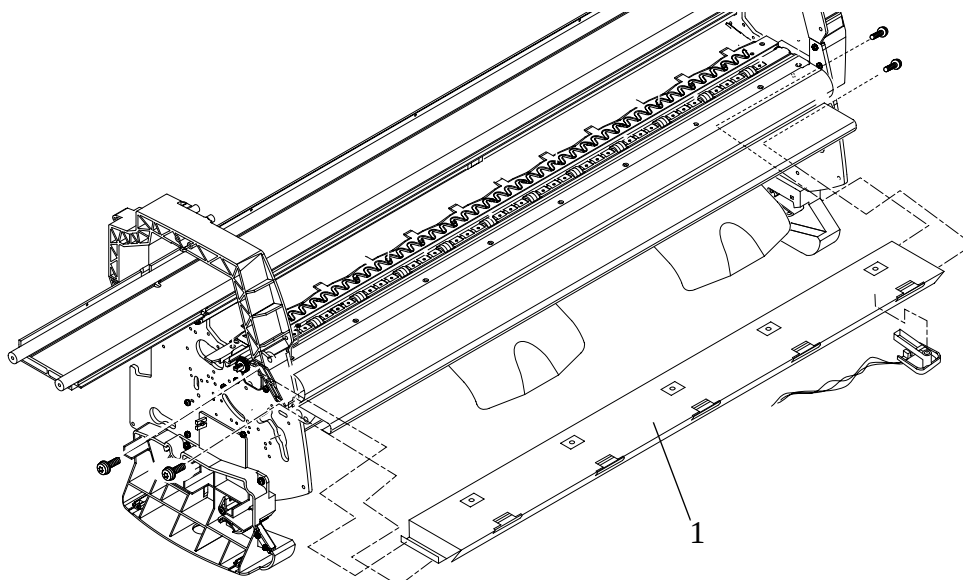

図 80 : センタ ガイド
- 5 センタ ガイド (部品1) を取り外します (図80参照)。